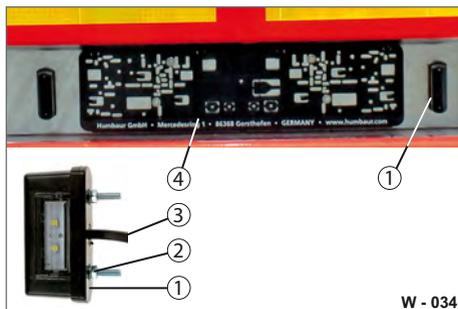

Abb. 36 Kennzeichen-Beleuchtung
- ▶ Lösen Sie die Schraubverbindungen (Abb. 36/2).
- ▶ Lösen Sie den Anschlusskabel mit Steckverbindung (Abb. 36/3).
- ▶ Ersetzen Sie die komplette LED-Leuchte (Abb. 36/1).